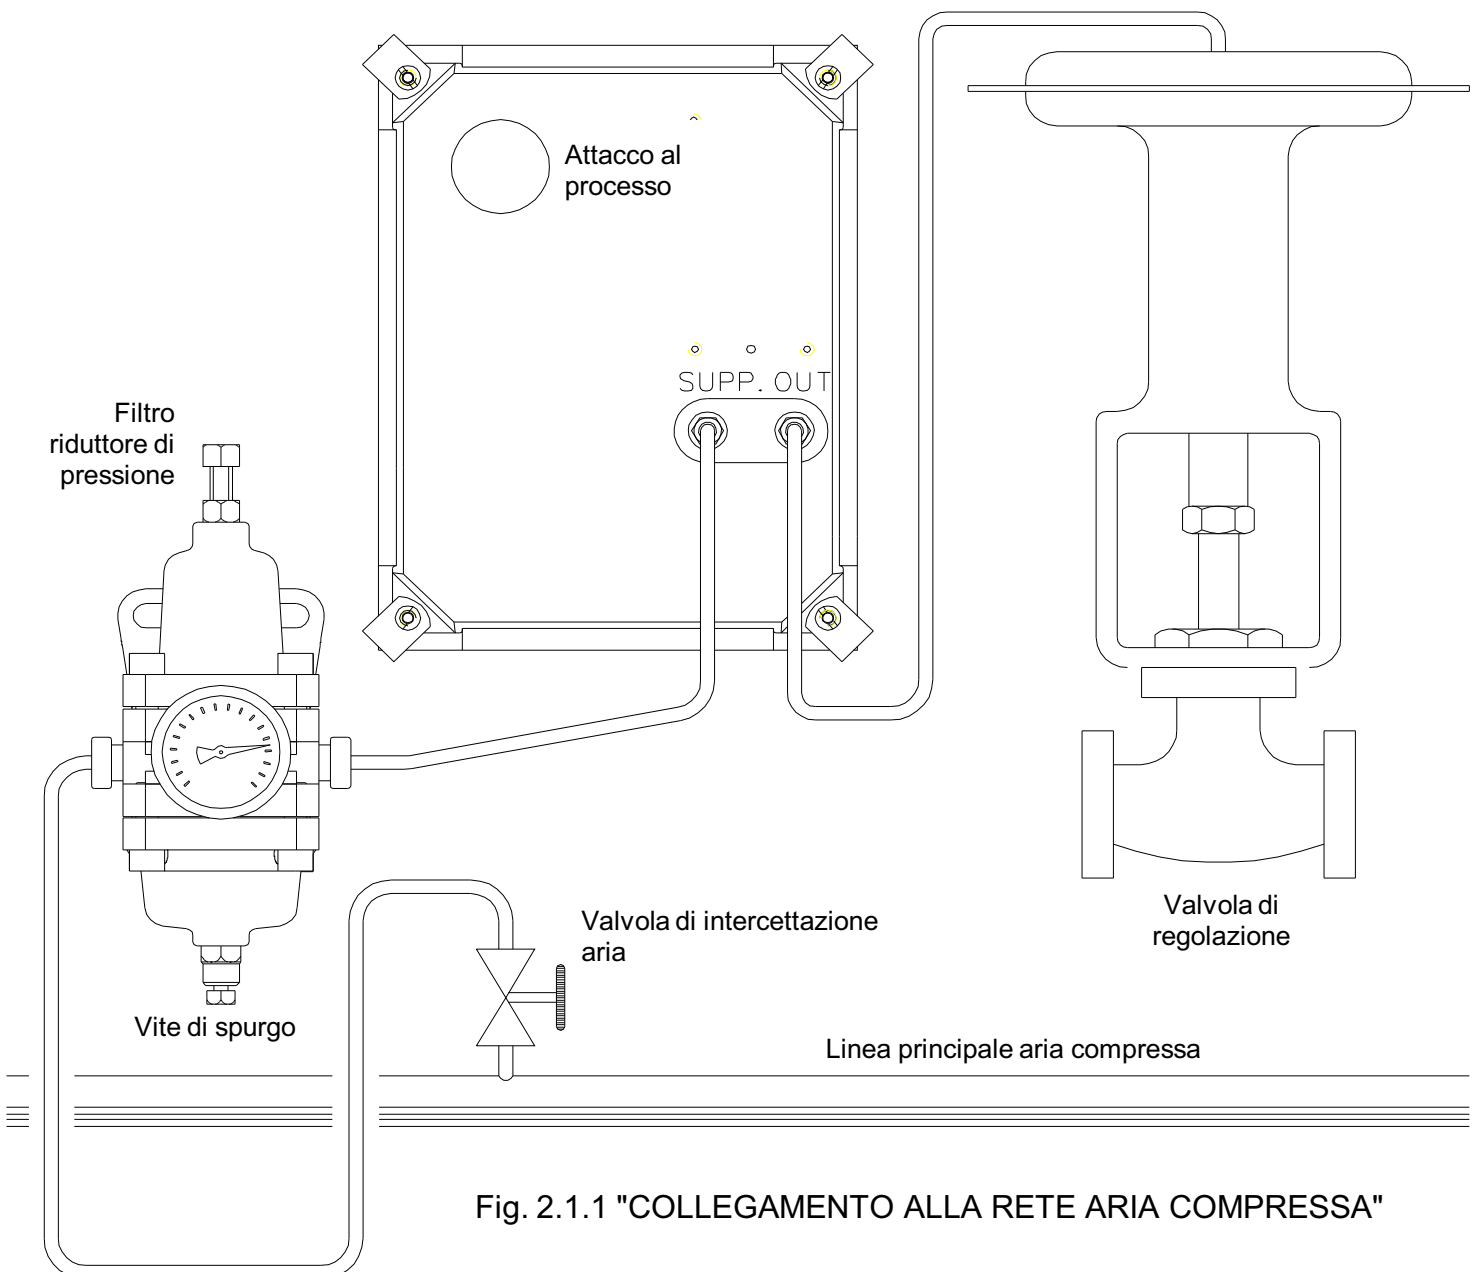
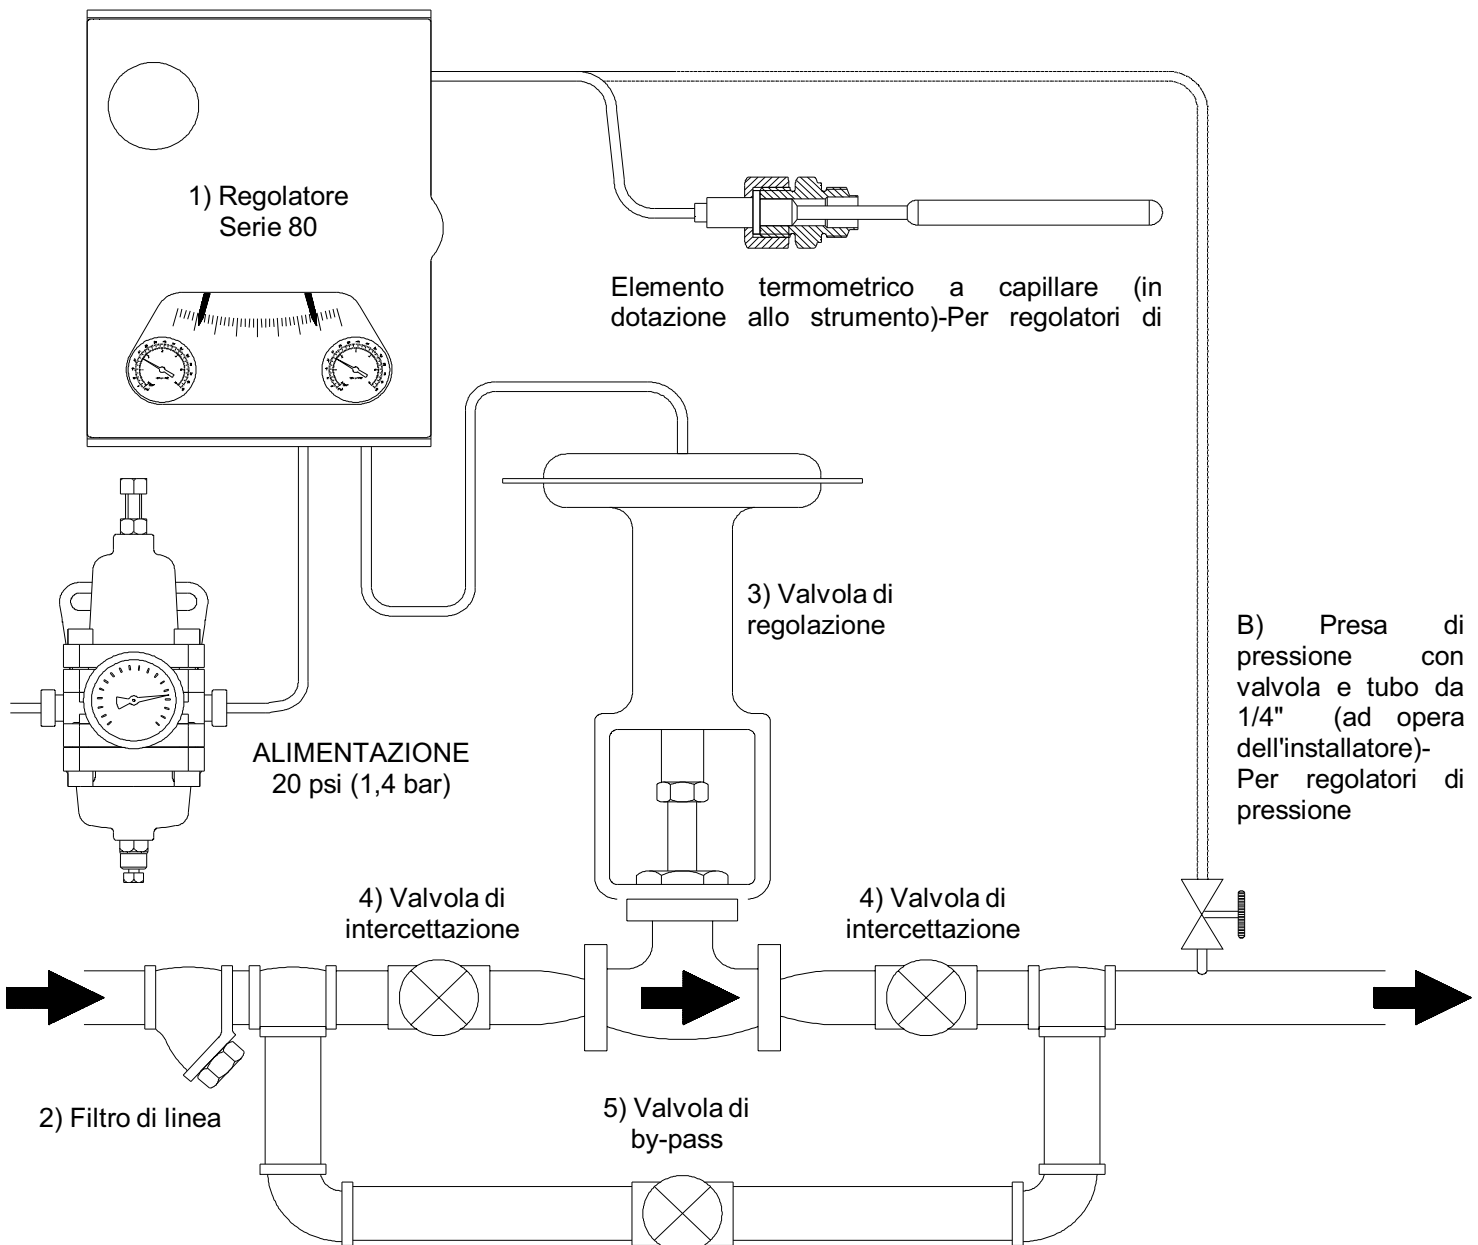

Fig. 2.1.1 "COLLEGAMENTO ALLA RETE ARIA COMPRESSA"
Fig. 2.2.1 "COLLEGAMENTO ALLA VALVOLA DI REGOLAZIONE"
### 2.1. COLLEGAMENTO ALLA RETE ARIA COMPRESSA (Fig. 2.1.1)
## 2.2. COLLEGAMENTO ALLA VALVOLA DI REGOLAZIONE (Fig. 2.2.1)
**C** - Aprire completamente le valvole d'intercettazione situate a monte e a valle della valvola di regolazione, accertandosi che la valvola di by-pass sia chiusa vedi (Fig. 2.2.1)
**A** - Alimentare l'apparecchio con aria a 20 psi ( $\pm 1,5$ ) e aprire la vite di spurgo del filtro riduttore di pressione (vedi Fig. 2.1.1) fino al completo scarico di eventuali condense.
**B** - Agendo sulla manopola di "Set-Point" (25), posizionare l'indice rosso (22) del regolatore sul valore desiderato.
**C** - Ruotare la banda proporzionale (10) al 0% accertandosi che l'azione dello strumento sia quella richiesta (DIRECT = segnale di uscita direttamente proporzionale alla variabile regolata ; REVERSE = segnale di uscita inversamente proporzionale alla variabile regolata).
**D** - Se la valvola di regolazione (3) è dotata di by-pass (5), controllare che quest'ultima sia ben chiusa e che la valvola d' intercettazione a valle (4) sia completamente aperta (vedi Fig.2.2.1).
**E** - Aprire lentamente e completamente la valvola d'intercettazione a monte della valvola di regolazione ( 4 Fig. 2.2.1).
**C** - Ruotare la banda proporzionale (10) al 20% accertandosi che l'azione dello strumento sia quella richiesta (DIRECT = segnale di uscita direttamente proporzionale alla variabile regolata ; REVERSE = segnale di uscita inversamente proporzionale alla variabile regolata).
**H** - Avviene generalmente che l'indice nero di misura non coincida perfettamente con l'indice rosso del valore desiderato. Per eliminare lo scostamento ruotare leggermente le ghiera di riassetto manuale (14).
**B** - Aprire la valvola (48) dell'azione integrale ruotandola in senso orario. Agendo sulla manopola di "Set-Point" (25), spostare l'indice rosso (22) del regolatore in modo da portare il manometro del segnale in uscita (21) al valore di 9 psi. Chiudere completamente la valvola (48) ruotandola in senso antiorario sino al fermo.
**C** - Agendo nuovamente sulla manopola di "Set-Point" (25), posizionare l'indice rosso (22) del regolatore sul valore desiderato.
**D** - Ruotare la banda proporzionale (10) al 20% accertandosi che l'azione dello strumento sia quella richiesta (DIRECT = segnale di uscita direttamente proporzionale alla variabile regolata ; REVERSE = segnale di uscita inversamente proporzionale alla variabile regolata).
**E** - Se la valvola di regolazione (3) è dotata di by-pass (5), controllare che quest'ultima sia ben chiusa e che la valvola d' intercettazione a valle (4) sia completamente aperta (vedi Fig.2.2.1).
**F** - Aprire lentamente e completamente la valvola d'intercettazione a monte della valvola di regolazione ( 4 Fig. 2.2.1).
**I** - Avviene generalmente che l'indice nero di misura non coincida perfettamente con l'indice rosso del valore desiderato. Per eliminare lo scostamento aprire gradualmente la valvola (48) dell'azione integrale sino alla sovrapposizione degli indici e provocare artificialmente un disturbo, spostando rapidamente l'indice rosso di Set-Point, se l'indice nero inizia a pendolare chiudere lentamente la valvola (48) sino allo smorzamento della pendolazione e alla sovrapposizione dei due indici. Provocare nuovamente un disturbo e verificare la pendolazione dell'indice nero, se necessario agire nuovamente sulla valvola (48) e ripetere il controllo.
**A** - Aprire la valvola dell'azione derivativa ruotando la manopola (53) in senso orario sino al fermo.
**B** - Alimentare l'apparecchio con aria a 20 psi ( $\pm 1,5$ ) e aprire la vite di spurgo del filtro riduttore di pressione (vedi Fig. 2.1.1) fino al completo scarico di eventuali condense.
**C** - Aprire la valvola dell'azione integrale ruotando la manopola (48) in senso orario. Agendo sulla manopola di "Set-Point" (25), spostare l'indice rosso (22) del regolatore in modo da portare il manometro del segnale in uscita (21) al valore di 9 psi. Chiudere completamente la valvola (48) ruotandola in senso antiorario sino al fermo.
**D** - Agendo nuovamente sulla manopola di "Set-Point" (25), posizionare l'indice rosso (22) del regolatore sul valore desiderato.
**E** - Ruotare la banda proporzionale (10) al 20% accertandosi che l'azione dello strumento sia quella richiesta (DIRECT = segnale di uscita direttamente proporzionale alla variabile regolata ; REVERSE = segnale di uscita inversamente proporzionale alla variabile regolata).
**F** - Se la valvola pneumatica (3) è dotata di by-pass (5), controllare che quest'ultima sia ben chiusa e che la valvola d' intercettazione a valle (4) sia completamente aperta (vedi Fig.2.2.1).
**G** - Aprire lentamente e completamente la valvola d'intercettazione a monte della valvola ( 4 Fig. 2.2.1).
**L** - Avviene generalmente che l'indice nero di misura non coincida perfettamente con l'indice rosso del valore desiderato. Per eliminare lo scostamento aprire gradualmente la valvola (48) dell'azione integrale sino alla sovrapposizione degli indici e provocare artificialmente un disturbo, spostando rapidamente l'indice rosso di Set-Point, se l'indice nero inizia a pendolare chiudere lentamente la valvola (48) sino allo smorzamento della pendolazione e alla sovrapposizione dei due indici. Provocare nuovamente un disturbo e verificare la pendolazione dell'indice nero, se necessario agire ulteriormente sulla valvola (48) e ripetere il controllo. Se durante questa operazione il manometro (21) indica valori inferiori a 4 psi o superiori a 12 psi, chiudere gradualmente la valvola (53) dell'azione derivativa, sino a che, durante la regolazione, i valori non rientrano nei 4÷12 psi.